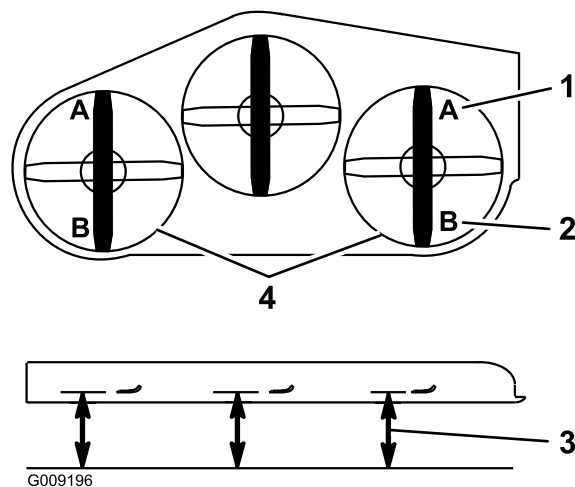

Figure 96
9. De chaque côté du plateau de coupe, mesurez la distance entre la surface plane et la pointe avant de la lame (position A), comme montré à la Figure 96.
16. De chaque côté du plateau de coupe, mesurez la distance entre la surface plane et la pointe arrière de la lame (position B), comme montré à la Figure 96.